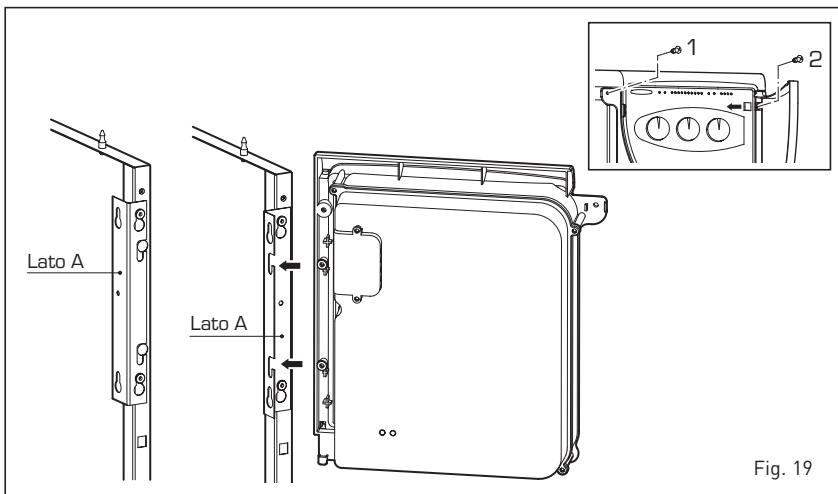

Fig. 19
4.7.1 Desmontagem da tampa do envólucro e do painel de comandos (fig. 19)